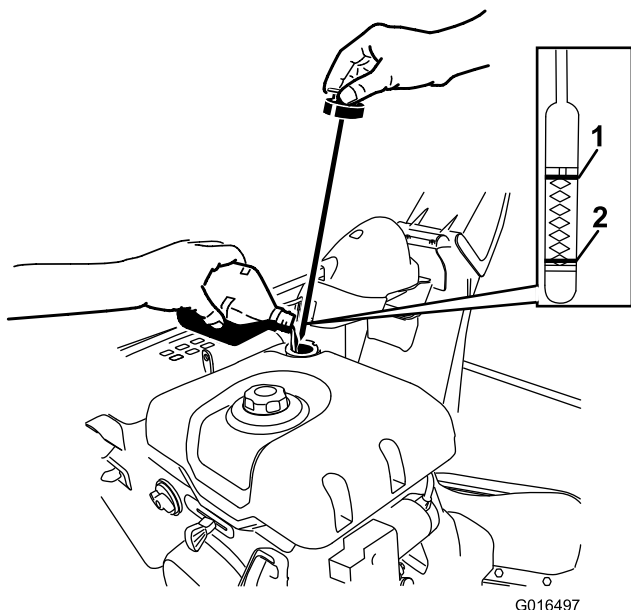

Bild 40
2. Nehmen Sie den Peilstab heraus und prüfen Sie den Ölstand (Bild 40). Füllen Sie Öl nach, wenn der Ölstand unter Auffüll-Mark am Peilstab steht. Siehe Wechseln des Motoröls (Seite 24).